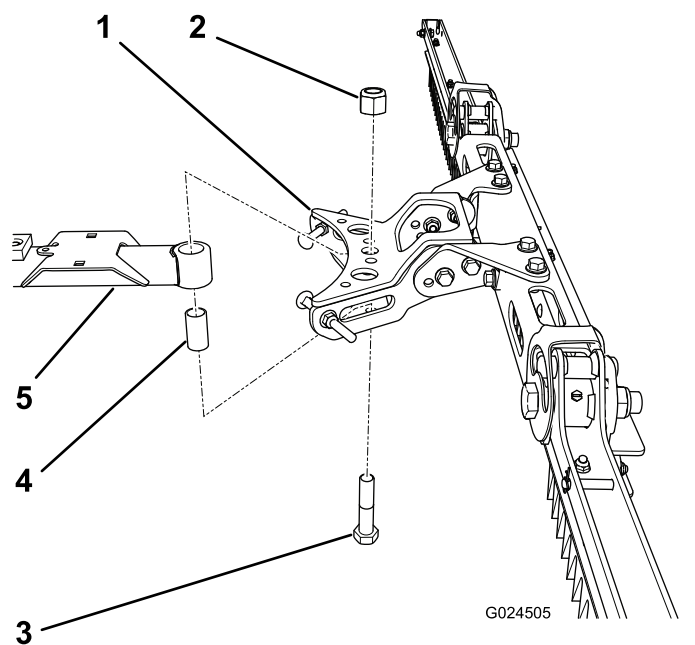

Figura 7
1. Insira um espaçador comprido no orifício na traseira do engate (Figura 7).